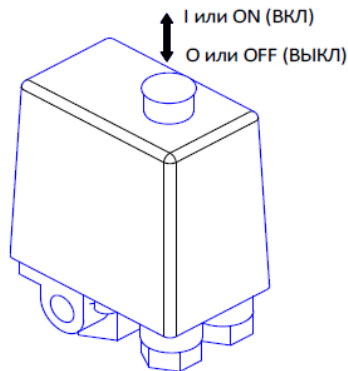

Рисунок 3
- Проверьте, чтобы выключатель на автоматике находился в выключенном положении "0" или "OFF", в зависимости от исполнения (см. рисунок 3).
- Включите компрессор выключателем на автоматике. Для этого необходимо переключить выключатель в положение "I" или "ON", в зависимости от исполнения (см. рисунок 3).
1. Выключить компрессор выключателем на автоматике. Для этого необходимо переключить выключатель в положение "0" или "OFF", в зависимости от исполнения (см. рисунок 3). После этого остановится электродвигатель и произойдет сброс давления из нагнетательного воздухопровода и поршневого блока.